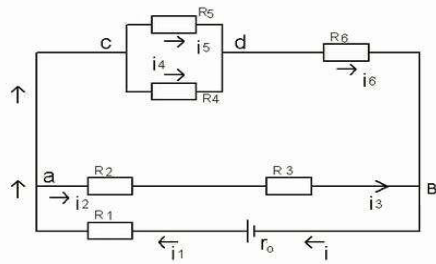

рис. 1
2. В схеме, приведенной на рис. 1, известны параметры источника и резисторов. Определить величину токов, протекающих через резисторы. Проверить решение задачи составлением баланса мощностей.
Напряжение U_{cd} (схема рис. 1): $U_{cd} = I_{456} \cdot R_{45} = 1 \cdot 20 = 20 \text{ В;}$